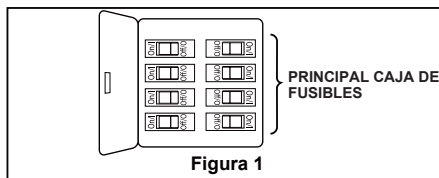

Figura 1
Caja de perfil bajo (Figura 1)
- ☐ 1. Extraiga las cuatro pestañas estabilizadoras y la bolsa de plástico del motor. Deshágase de las pestañas estabilizadoras. (Figura 1)
Para evitar una posible descarga eléctrica, asegúrese de cortar la alimentación eléctrica de la caja de fusibles principal antes de colgar el ventilador. (Figura 1)
1. Para configurar el código de unidad del receptor. Deslice los interruptores de código a las mismas posiciones que en el transmisor. (Figura 1)
1. Instale la cubierta rotando la ranura clave en la cubierta sobre el tornillo de hombro del soporte del gancho y cuidado de no pellizcar los cables. Fije el tornillo de hombro. Instale adecuadamente y fije el segundo tornillo de hombro que fue anteriormente guardado. (Figura 1)
1. Coloque el soporte del asa con los postes roscados y la pata inclinada hacia arriba. Coloque el asa sobre el soporte del asa con los postes roscados que se muestran. Asegúrese de que el borde inferior del asa esté completamente asentado sobre el soporte del asa. Coloque la cubierta del soporte del asa sobre la parte superior del asa, colocando los orificios sobre los postes roscados. Apriete los tornillos de cabeza plana para asegurar el asa al soporte del asa. (Figura 1)